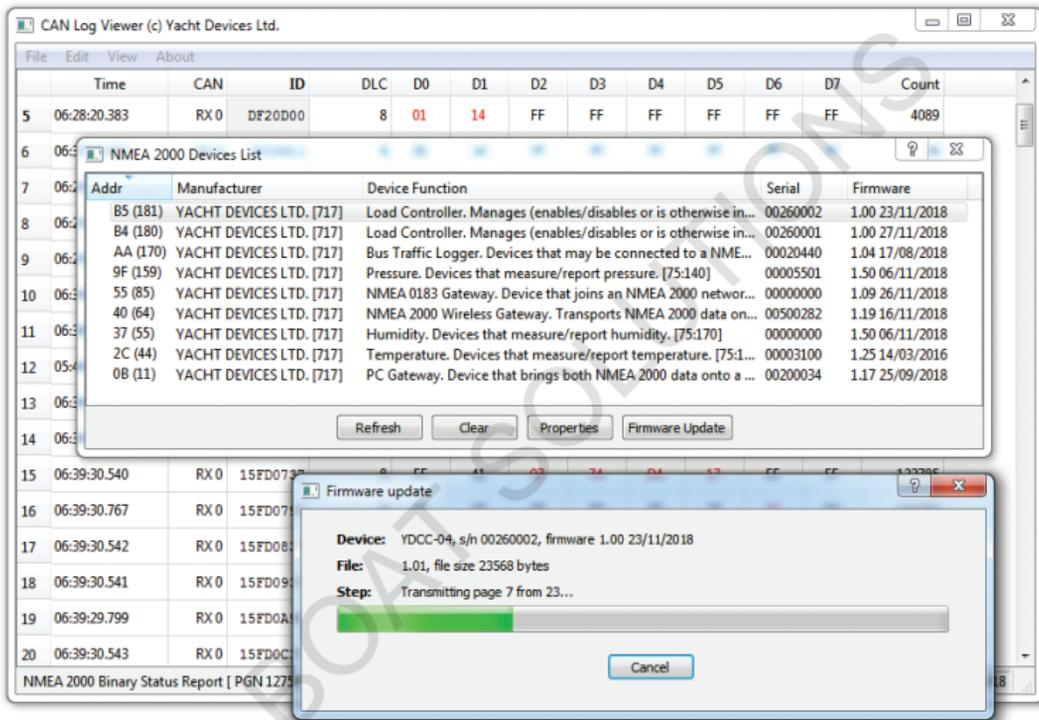

Figure 1. Mise à jour du micrologiciel de Circuit Control YDCC-04
2. Cliquez sur le bouton «Actualiser» (voir Figure 1 à la page suivante) dans la fenêtre ouverte et attendez que l'appareil apparaisse dans la liste.